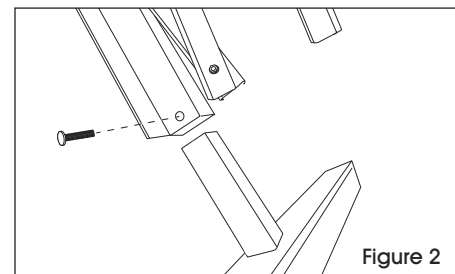

Figure 2
2. Insert each gate end into axle support. Insert round head bolt and tighten with screwdriver. (See Figure 2)
2. Insérez l'extrémité de chaque barrière dans le support à essieux. Insérez un boulon à tête bombée et serrez-le avec le tournevis. (Voir Figure 2)